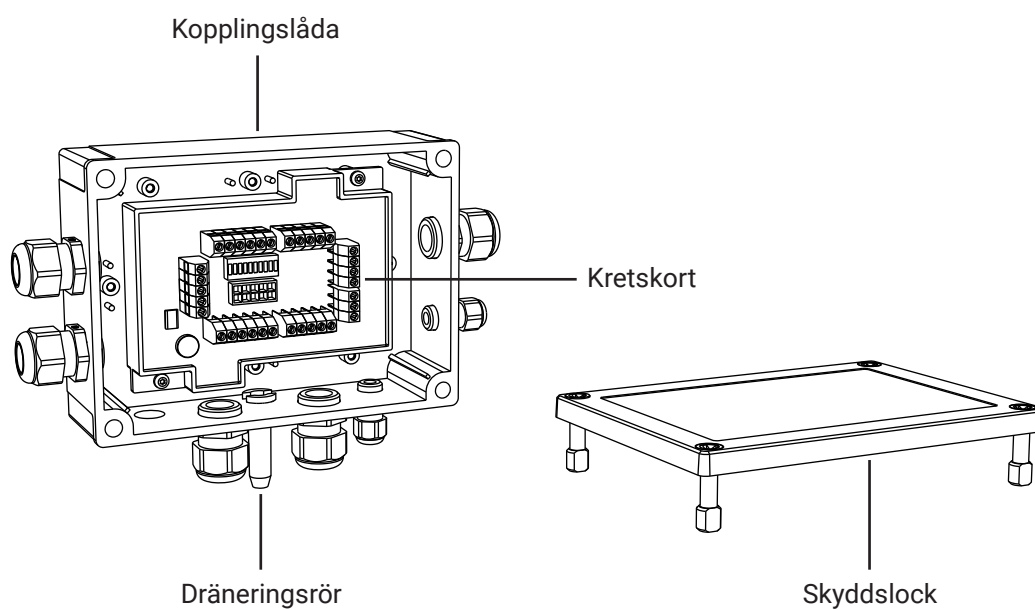

Bild 32. Kopplingslåda
7. Vid montering skall dräneringsröret vara vänt nedåt, se Bild 32.